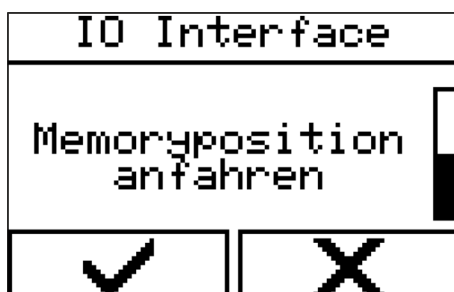

Abb. 118: Menü auswählen
1. → Menü über „Steuerung“ → „I/O Interface Memorypositionen“ → „Memorypositionen anfahren“ (Abb. 118) auswählen.